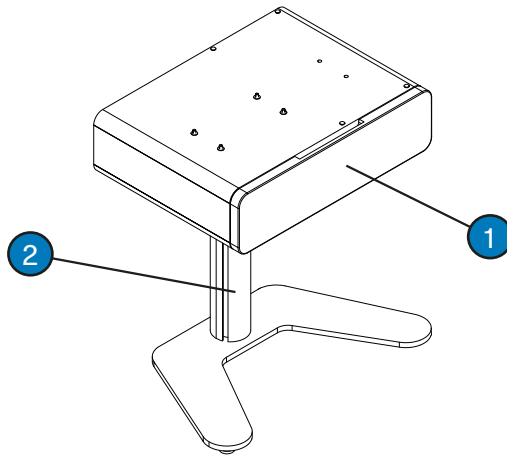

Abbildung 3-5. Linsenschublade.
Der Wagen (Abbildung 3-5) ist ein optionales Element, dessen Funktion es ist, die Probenlinsen in ihrer Schublade (2) zu lagern, außerdem können dort verschiedene Elemente (1) abgelegt werden.